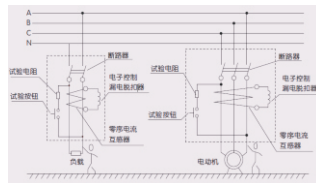

图2 工作原理图
2、当被保护电路中有漏电或人身触电时，只要漏电电流达到整定漏电动作电流值，零序电流互感器二次绕组的输出信号就会触发可控硅导通，漏电脱扣器通电吸合，使漏电断路器脱扣分闸，从而切断电源起到漏电和触电保护作用。工作原理图(见图2)。